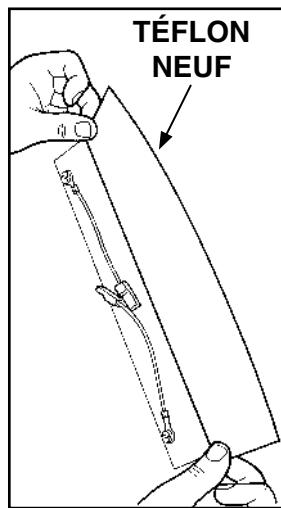
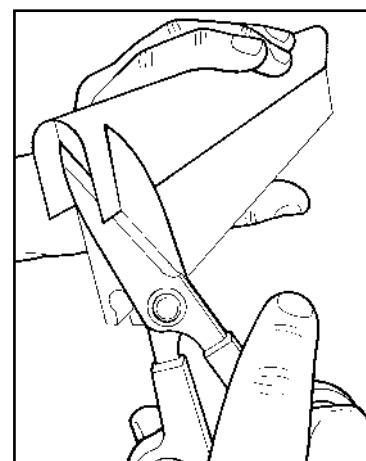

Fig. 2
Fig. 3
- Soulever la barre de soudure, déconnecter les deux câbles **B** et extraire la barre de soudure (**Fig. 2**).
- Insérer le capuchon de protection **D** dans l'orifice central comme indiqué sur la (**Fig. 2**).
- Avec un chiffon doux imbibé d'une solution détergente et/ou désinfectante, nettoyer le fond et les surfaces latérales de la chambre à vide (**Fig. 3**); une fois le nettoyage terminé, pour le remontage suivre l'ordre inverse.
- Appliquer le nouveau ruban (**Fig. 2**) en coupant la partie en excès aux deux extrémités (**Fig. 3**).